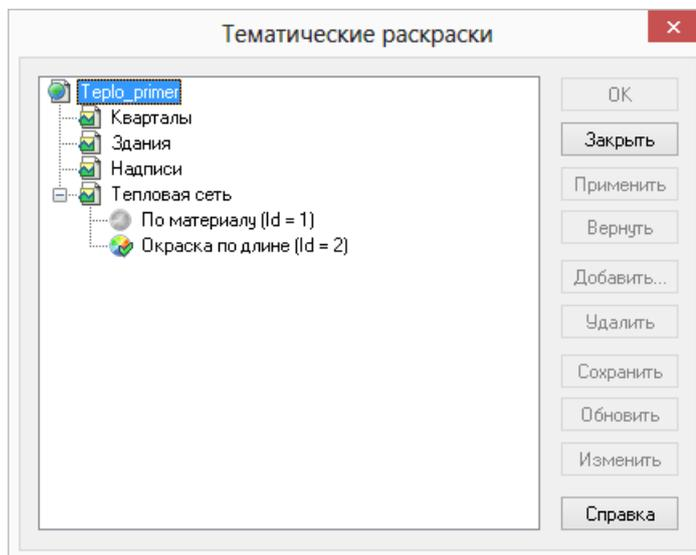

Рисунок 23.7. Подключение тематической раскраски
1. Выбрать пункт меню Карта|Тема|Подключить. Откроется окно Тематические раскраски, (Рисунок 23.7, «Подключение тематической раскраски»);